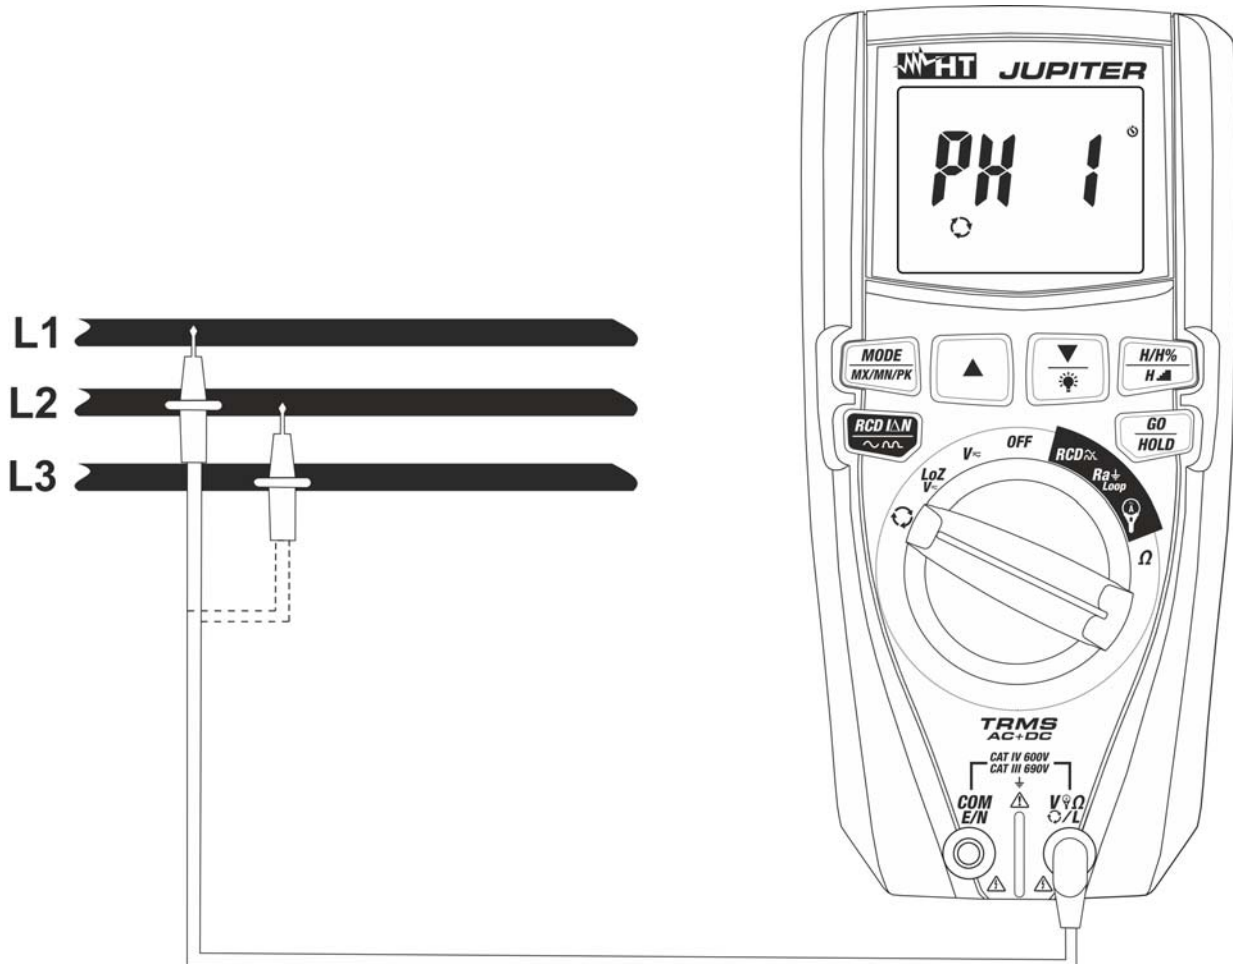
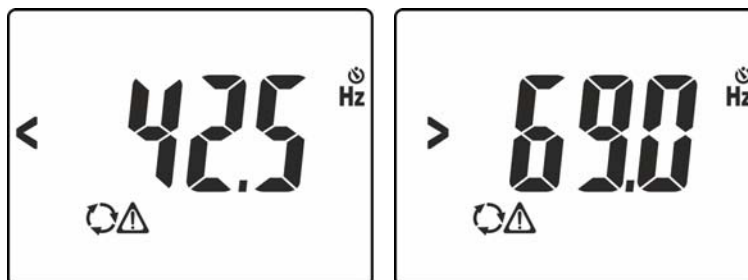
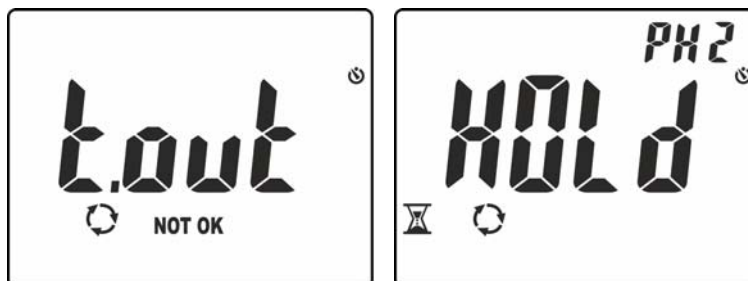

Fig. 12: Utilisation de l'instrument pour l'essai de séquence et de concordance des phases
Fig. 13: Signalisation de tension avec fréquence incorrecte.
Fig. 15: Reconnaissance de la phase L1 et attente de la phase L2.
3. Positionner l'embout rouge sur la phase **L1** du système triphasé sous test (voir Fig. 12). Les messages suivants peuvent être affichés à l'écran (voir Fig. 13) pour identifier la présence d'un signal de tension avec fréquence en dehors de l'intervalle **42.5Hz - 69Hz**. Dans ces conditions, l'instrument n'exécute pas le test.
6. Positionner l'embout rouge sur la phase **L2** du système triphasé sous test (voir Fig. 12). Si le passage entre la phase L1 et la phase L2 est effectué dans un temps supérieur à **10s**, l'instrument affiche le message «**t.out**» à l'écran (voir Fig. 15 – à gauche). Dans des conditions correctes de tension et de fréquence, l'instrument montre le message «**HOLD**», les symboles et «PH2» et il émet un son continu dans l'attente de la reconnaissance d'une valeur stable de tension sur la phase L2 (voir Fig. 15 – à droite)